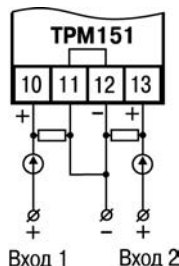

Рисунок 7.7 - Схема подключения активных датчиков типа "параметр—ток", "параметр— напряжение"
- 2) Активные датчики с выходным сигналом в виде тока (0...5 мА, 0...20 мА или 4...20 мА), в том числе датчики положения токового типа, можно подключать к прибору только после установки внешнего шунтирующего резистора (см. рисунок Б.1, рисунок 7.7). Резистор должен быть прецизионным (типа С2-29В, С5-25 и т. п., мощностью не менее 0,25 Вт, сопротивлением $100 \text{ Ом} \pm 0,1 \%$) и высокостабильным во времени и по температуре (ТКС не хуже $25 \cdot 10^{-6} \text{ } 1/^{\circ}\text{C}$).